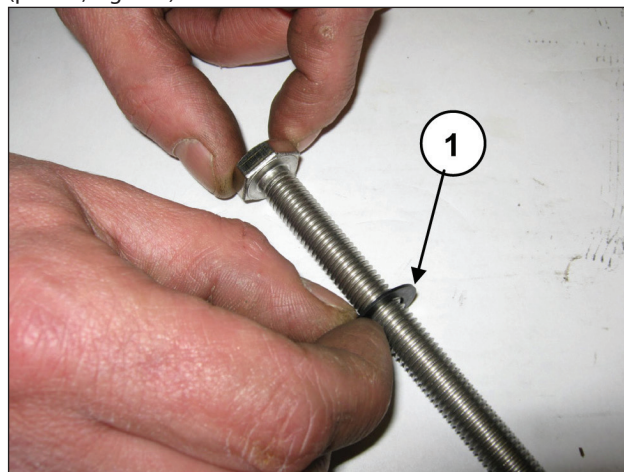

Fig. 181
Inserire la rosetta  $\varnothing 10 \times 18 \times 0.9$  nella vite fissaggio pistone (pos. ①, Fig. 181).